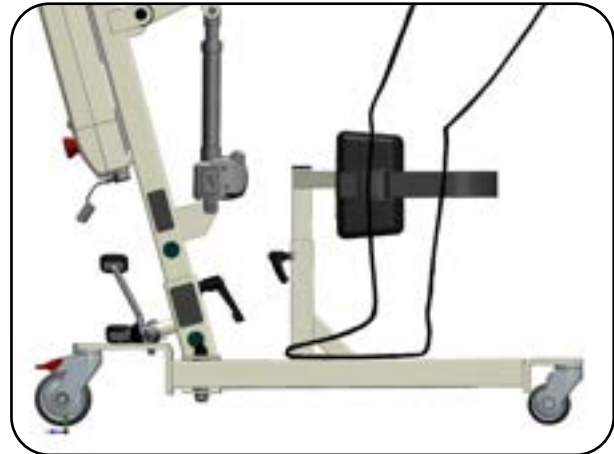

Abb. 8.2.06 – geschlossenes aks-Wadenband
Die Oberkante der Schienbeinstütze sollte ca. 1 bis 2 cm unterhalb der Kniescheibe des Patienten liegen (vgl. Abb. 8.2.06, Abb. 8.2.07 und Abb. 8.2.08).
13. Legen Sie den aks-Wadengurt /das aks-Wadenband um die Waden des Patienten und schließen Sie den Klettverschluss/Steckverschluss. Die Beine des Patienten müssen dabei aneinander liegen (Abb. 8.2.06 bzw. Abb. 8.2.07 bzw. Abb. 8.2.08).